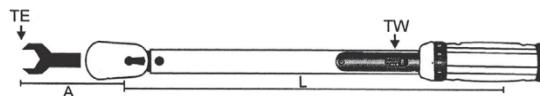

Fig. 4
- L'utilisation de rallonges ou d'adaptateurs modifie la valeur du couple. Une rallonge augmente la longueur effective de l'outil. Le nouveau couple de la clé dynamométrique peut être calculé à l'aide de la formule suivante : $TW = (TExL)/(L+A)$. (Fig. 4)